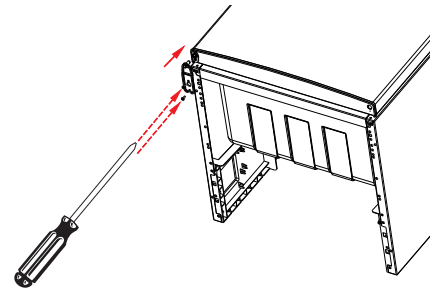

Abb. 18
- ▶ Befestigen Sie die beiden Halterungsschrauben des unteren Scharniers mit einem Kreuzschlitzschraubendreher (Abb. 18). Ziehen Sie die Halterungsschrauben noch nicht ganz fest, um die Tür noch ausrichten zu können. Erst wenn ein gleichmäßiges Schließen der Tür möglich ist, ziehen Sie die beiden Halterungsschrauben des unteren Scharniers fest an.